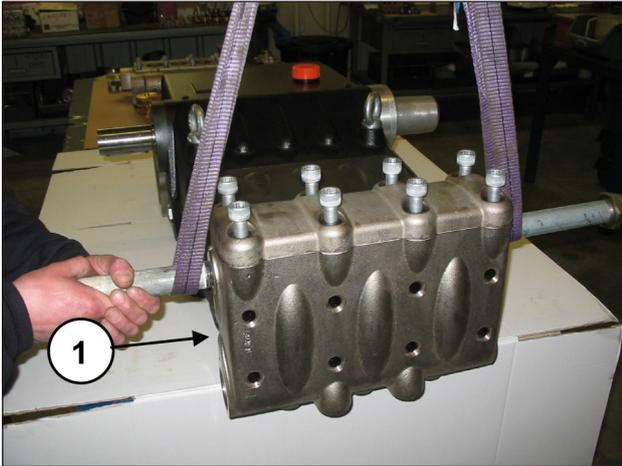
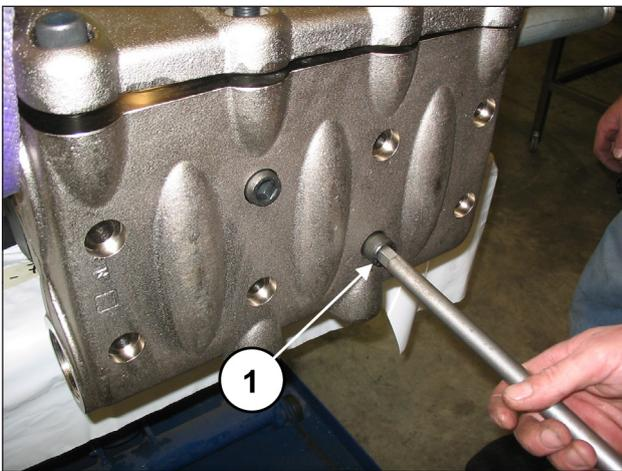

Abb. 134
Abb. 135
Bauen Sie den Kopf auf das Pumpengehäuse an (Pos. ①, Abb. 134) und achten Sie dabei, nicht gegen die Kolben zu stoßen. Ziehen Sie dann die 8 Schrauben M16x150 fest (Pos. ①, Abb. 135).
**Ziehen Sie die 8 Schrauben M16x150 von den 4 Innenschrauben ausgehend über Kreuz an (siehe Abb. 135), setzen Sie den Anzug dann mit den 4 Außenschrauben ebenfalls über Kreuz fort**